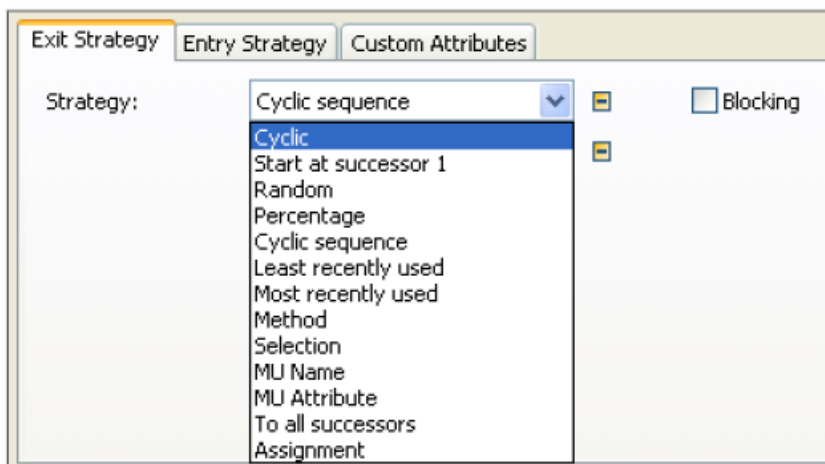

Рисунок 6 – Выходная стратегия FlowControl
- 7) Задайте атрибуты FlowControl (рисунок 6): на вкладке «Exit Strategy» выберете стратегию: